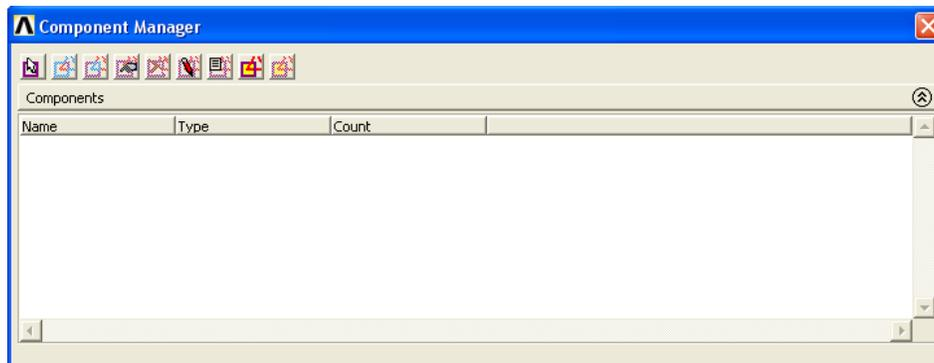

Рисунок 1. Окно *Component Manager*
При использовании данного пункта меню появится окно *Component Manager* (Рисунок 1). Далее:
- Нажимаем первую кнопку *Create Component*  (Рисунок 1).